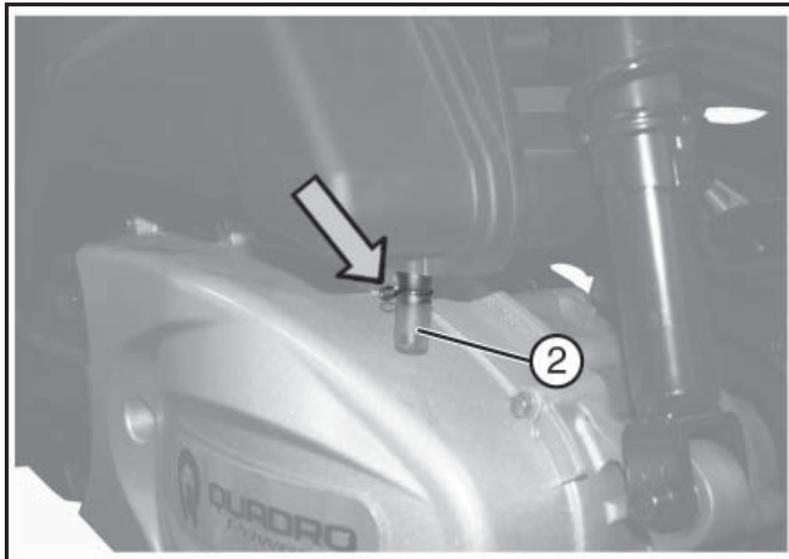

Fig. 02
6.7 RÉCUPÉRATION DES VAPEURS D'HUILE (Fig. 02)